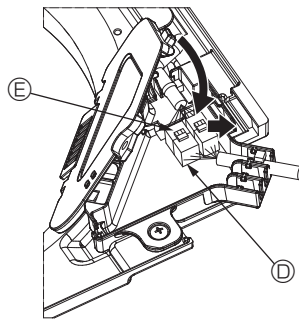

Fig. 10-9
- ③ Κλείστε το κάλυμμα του πίνακα σύνδεσης. Κατά το κλείσιμο του καλύμματος του πίνακα σύνδεσης, σύρετε το κάλυμμα προς την κατεύθυνση που υποδεικνύει το βέλος και βεβαιωθείτε ότι η προεξοχή έχει εισαχθεί σταθερά. (Fig. 10-9)